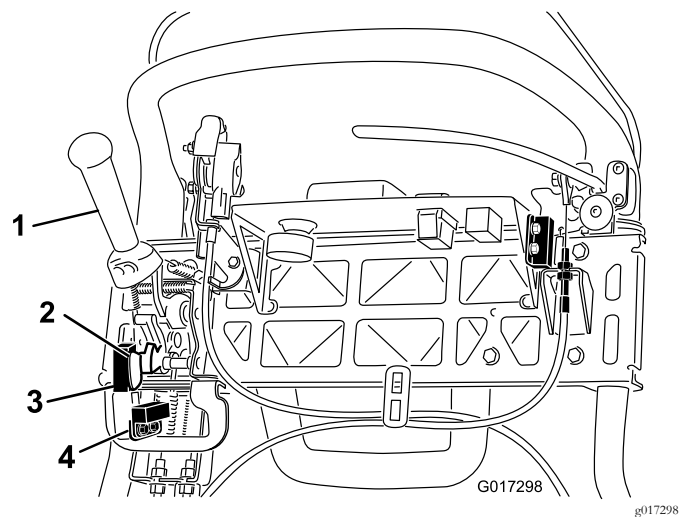

Figura 44
4. Afloje las fijaciones de montaje del interruptor de seguridad (Figura 44).
5. Coloque un suplemento de 1,6 mm (0,062") de grosor entre la palanca de tracción y el interruptor de seguridad (Figura 44).
4. Afloje las fijaciones del sensor de siega (Figura 44).
5. Coloque un suplemento de 1,6 mm de grosor entre la bandera del sensor de siega y el sensor de siega (Figura 44).